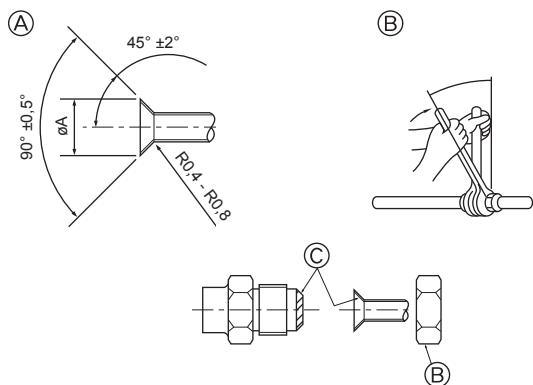

Fig. 3-2
3.2. Соединительные трубы (Fig. 3-2)